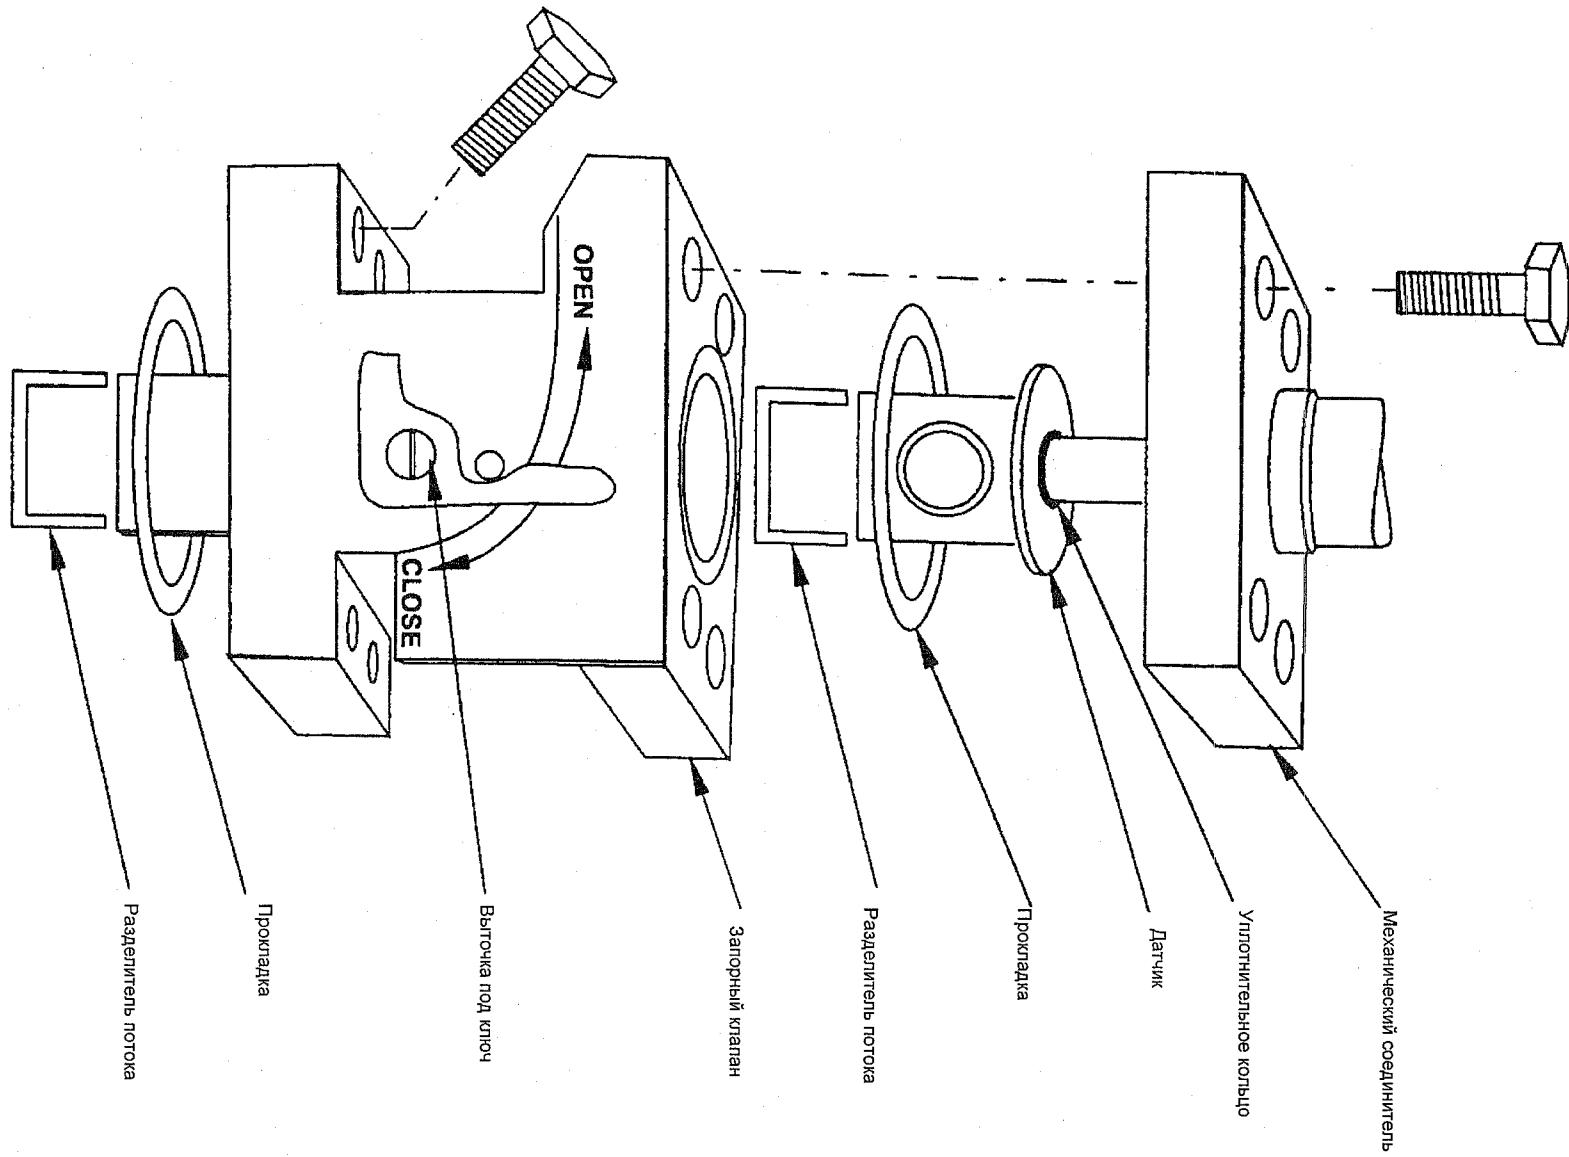
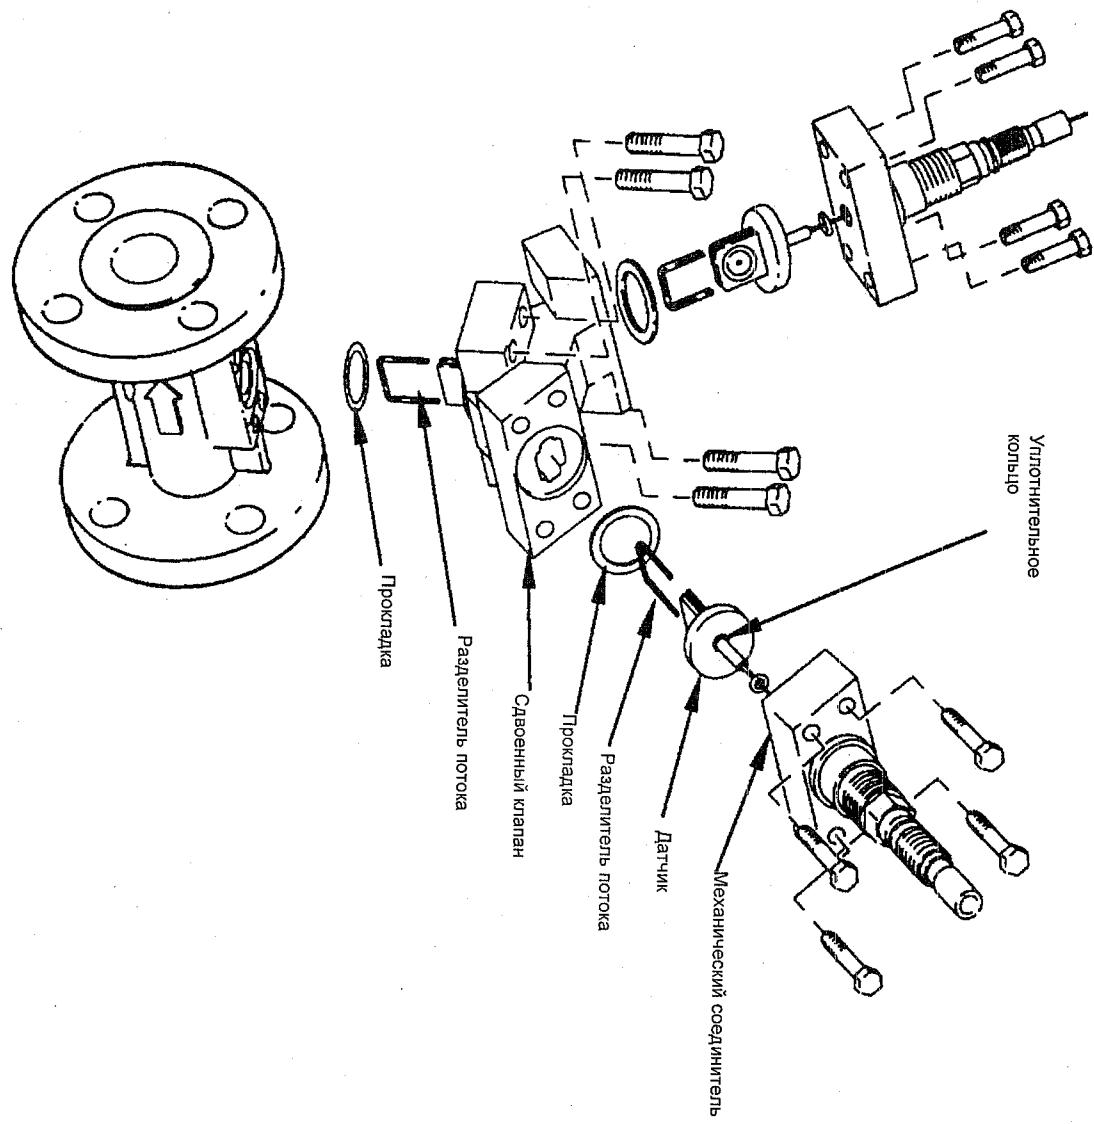

Рис. 38. Запорный клапан
Рис. 39. Сдвоенный расходометрический блок
1. Закройте клапан. Это двухходовой, однопаровой клапан с поворотом на 1/4 оборота. С помощью гаечного ключа поверните шток клапана по часовой стрелке на одну четверть оборота. См. Рис. 38.
3. Снимите и удалите старые прокладку и разделитель потока. Установите новые прокладку и разделитель потока на нижнюю часть корпуса клапана и установите клапан в корпус расходомера. См. рис. 38 или рис. 39. При этом используются те же прокладка и разделитель потока, что и при монтаже датчика. Для датчиков стандартного температурного диапазона используется прокладка L0121ДГ и разделитель потока L0112КТ. Для клапанов с расширенным температурным диапазоном используются прокладка K0146НЛ и разделитель потока K0146НК.